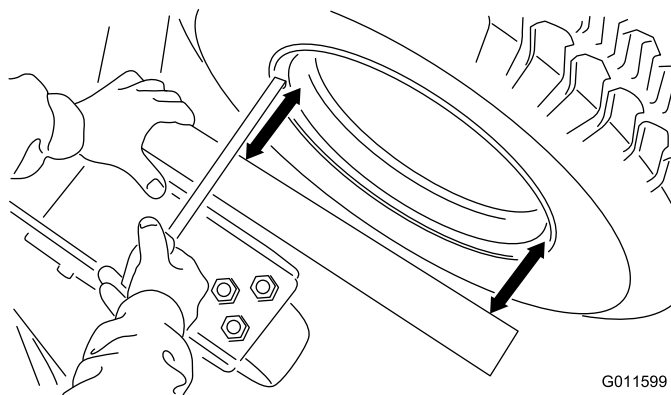

Figure 7
2. Boulons, rondelles & contre-écrous de fixation (8)
- B. Placez un bord d'équerre ou une règle droite contre la soudure du plateau comprenant l'ensemble fourche pivotante (Figure 7). N'utilisez pas la fourche pivotante même.
- C. Mesurez la distance du rebord de jante intérieur (pas du rebord extérieur) à la règle droite en deux points, comme indiqué à la Figure 7. Les irrégularités de la jante et de la peinture font du rebord extérieur un point de mesure peu fiable. Ces deux mesures doivent être identiques à 3 mm près.